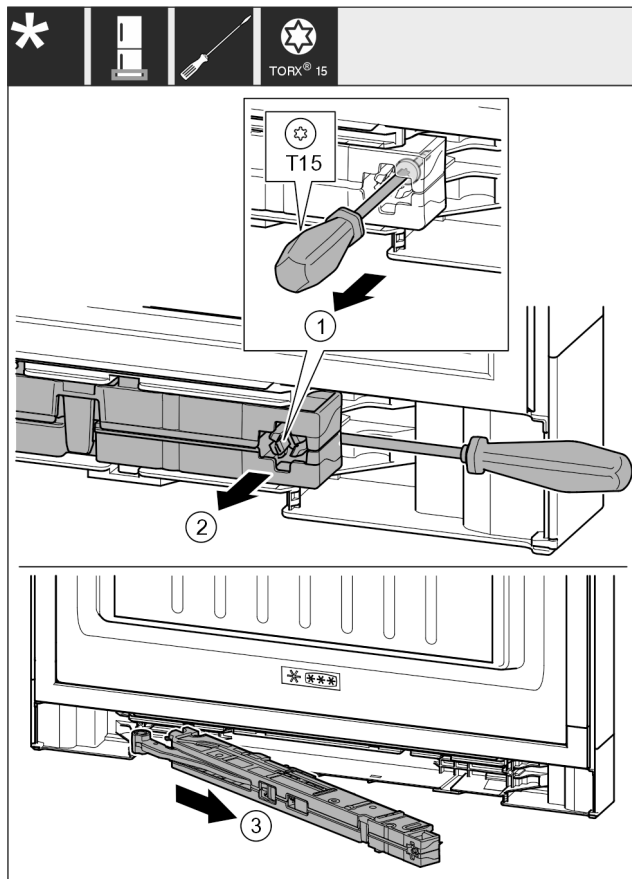

Fig. 17
- Allentare la vite Fig. 17 (1) sull'unità ammortizzatore di chiusura di 14 mm.
- Estrarre l'unità ammortizzatore di chiusura Fig. 17 (2) dal lato della maniglia facendo leva in avanti con un cacciavite.
- Estrarre l'unità ammortizzatore di chiusura Fig. 17 (3).